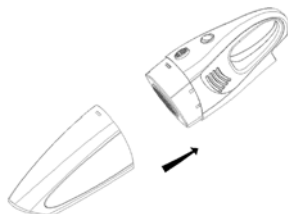

рис. 2
6.1.3 Подсоедините контейнер для мусора и пыли к корпусу. (рис. 2)